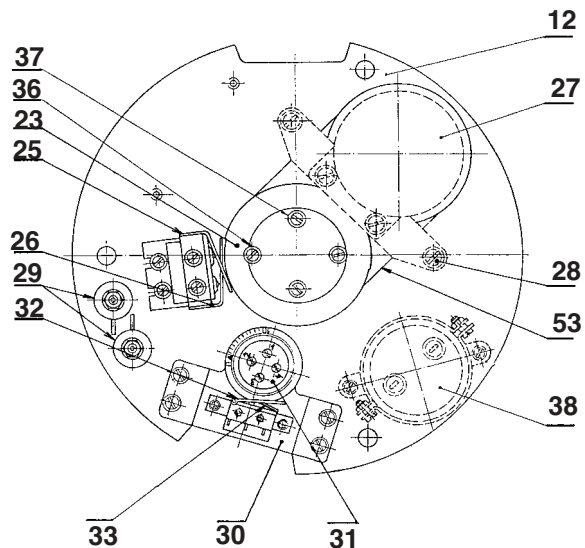
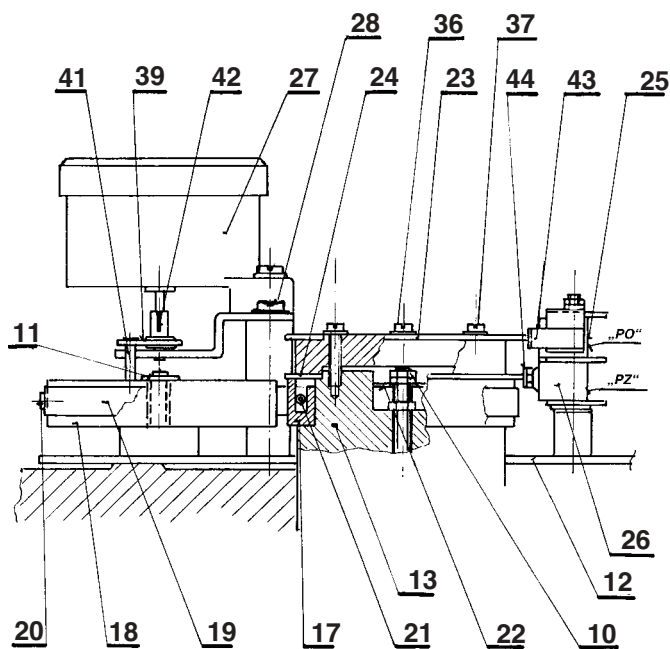

Рис.3. Плита управления с омическим датчиком 2x100 Ω
Рис.5. Плита управления с датчиком 2x100 Ω
| а) моментные выключатели                        | 32, 33 (рис. 3)    |
| б) выключатели положения                        | 25, 26 (рис. 3, 5) |
| омический                                       | 27 (рис. 3, 5)     |
| г) кулачки для установки выключателей положения | 23, 24 (рис. 3, 5) |
| д) конденсатор                                  | 38 (рис. 3)        |
| е) отопительный элемент (удвоенный)             | 29 (рис. 3)        |
### а) Моментное выключение (рис. 3)
#### **Исполнение с омическим датчиком (рис. 5).**
Выключатели расположены друг над другом. Верхний 25 предназначен для положения „открывает“ (PO) и управляется с помощью планжета 43 кулачком 23, расположенным на выходном валу. Кулачок ослабляется винтами 36 (рис.3).
Нижний выключатель 26 предназначен для положения „закрывает“ (PZ) и управляется с помощью планжета 44 кулачком 24. Кулачок 24 ослабляется винтами 37 (рис. 3, 5).
### в) Привод датчика положения (рис.5)
На выходном валу расположено ведущее колесо 17, которое с этим валом соединено с помощью муфты скольжения, образованной пружиной 22. Величину передаваемого момента между валом и приводным колесом 17 можно изменять путем пере-становки двух гаек 10. Установка момента муфты осуществляется на заводе-изготовителе. При манипуля-ции с гайками 10 (рис. 5) нужно следить за тем, чтобы после окон-чания манипуляции они были опять затянуты друг против друга. При работе с незатянутыми гайками могло бы произойти нежелательное проскальзывание приводного колеса 17 в промежу-точном положении и искажение данных датчика
г) Соединение омического датчика с приводом (рис. 5)
Система датчика к плите управления присоединена двумя винтами 28 (рис. 3,5). Если эти винты находятся в центре продольных отверстий несущего элемента датчика, то оси датчика и колеса 18 находятся приблизительно друг над другом, номинальные пределы хода рычага, следовательно, соответствуют  $60^\circ$ ,  $90^\circ$ ,  $120^\circ$ ,  $160^\circ$  при ходе датчика  $0^\circ$ - $160^\circ$ .
Сначала ослабляются оба кулачка 23, 24 (рис.5).
Маховиком электропривод устанавливается в положение „закрыто“, при этом рычаг поворачивается в направлении „закрывает“. В конечном положении рычаг должен остановиться, достигнув упора 15 рычажного устройства. Теперь поворачивается нижний кулачок 24 также в направлении вращения часовых стрелок вплоть до момента, когда с помощью планжета 44 нажимается кнопка выключателя PZ 26 (рис. 5). Для установки целесообразно использовать, например, оптический тестер, подключаемый к клемме выключателя, который в данный момент загорается. В этом положении фиксируется кулачок 24 путем затягивания двух винтов 37 (рис. 3). Теперь переставляется электропривод в противоположное положение, что означает, что рычаг вращается в направлении „открывает“. Когда рычаг останавливается в требуемом
положении у упора 15, верхний кулачок 23 (рис. 5) также вращается против направления вращения часовых стрелок вплоть до момента, когда кулачок переключает выключатель РО 25 и лампа тестера, подключенного к зажиму выключателя РО, загорается. Кулачок в этом положении фиксируется винтом 36.
1. В таблице 3 передач найти правильное сменное колесо 18 (рис. 5).